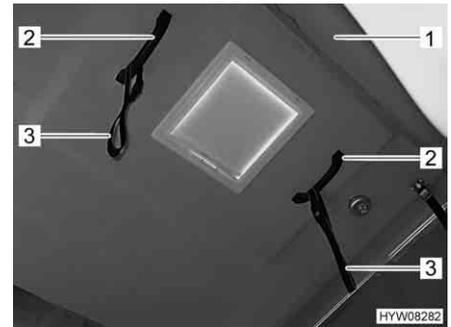

Fig. 40 Maniglia sul tetto a soffietto
- Spingere il tetto a soffietto completamente verso l'alto mediante le maniglie (Fig. 40,2).
- Tirare lentamente verso il basso il tetto a soffietto (Fig. 40,1) tenendolo per le maniglie (Fig. 40,2) o le cinghie ausiliarie (Fig. 40,3) fino a che il tetto a soffietto rimane autonomamente in questa posizione. Prestare attenzione a che i dispositivi di inserzione laterali (Fig. 42,2) si pieghino verso l'interno.